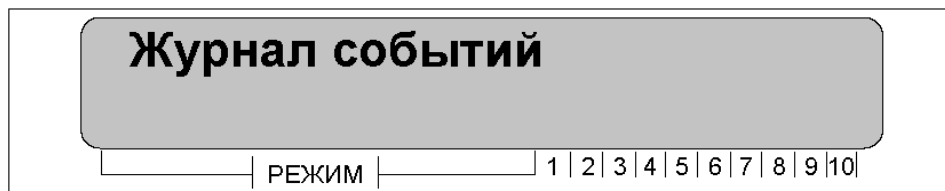

Рис. 12. Вид на дисплее журнала событий
- осуществить вход в режим «Журнал событий» клавишей «ВВОД» (см. рисунок 12).